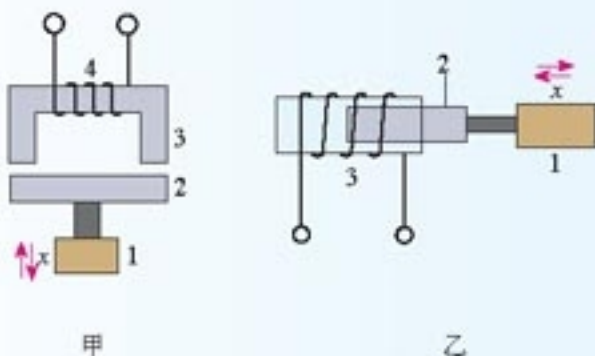

图6.1-11 电感式位移传感器
- 图6.1-11是两种电感式微小位移传感器的原理图。图甲中，1是待测的物体，2是可以平移的软铁芯，3是固定的软铁芯，2、3之间的空气间隙随着物体的位移改变，铁芯3上绕有线圈4。乙图中，3是空心线圈，1是待测的物体，软铁芯2插在线圈3中并且可以随着物体1在线圈中平移。